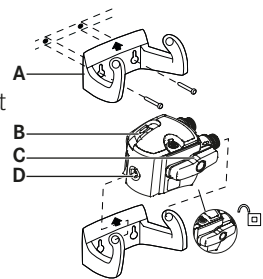

Abb. 3
- ▷ Bei der Montage Einbaumaße, Biegeradien der Schläuche und Abmessungen des Zubehörs beachten. Die BRITA P 1000 Filterkartusche kann senkrecht und waagrecht betrieben werden. Mit der Wandhalterung ist nur ein vertikaler Betrieb möglich! (vgl. Abb. 3)